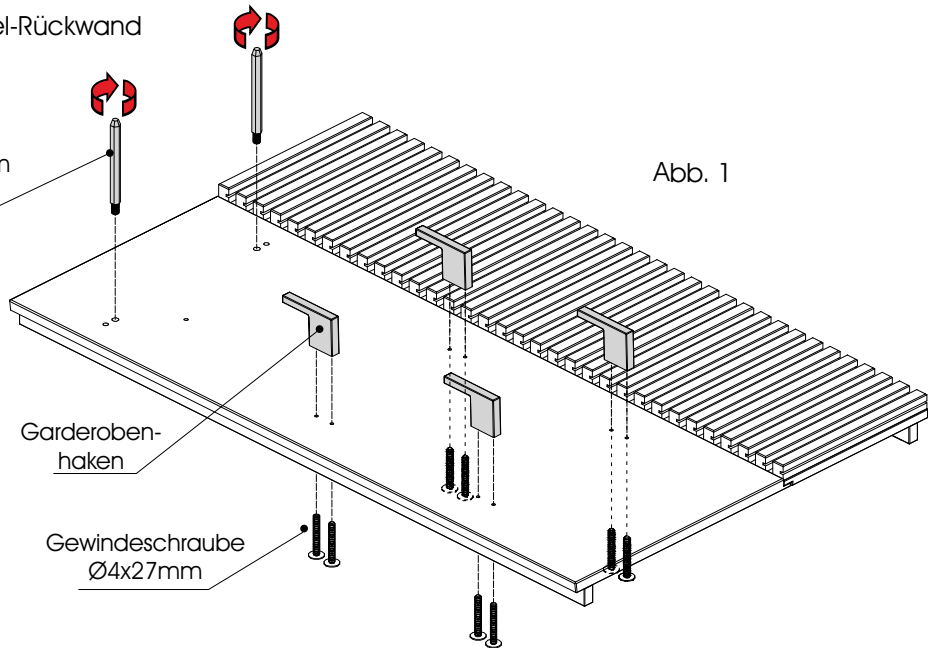

Abb. 1
1. Drehen Sie die zwei Sechskantbolzen in die Gewindemuttern der Paneelrückwand und schrauben die Garderobenhaken mit den Gewindeschrauben $\text{Ø}4 \times 27 \text{mm}$ fest (Abb. 1)